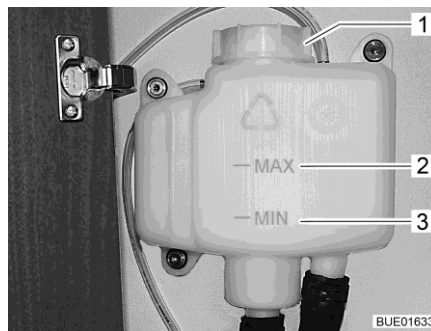

Bild 309 Expansionsbehållare utan kåpa
- Kontroll av vätskenivå utförs på expansionsbehållaren (Bild 309), nivån skall ligga mellan markeringarna "MIN" (Bild 309,3) och "MAX" (Bild 309,2).
- Vredet på expansionsbehållaren (Bild 309,1) öppnas.